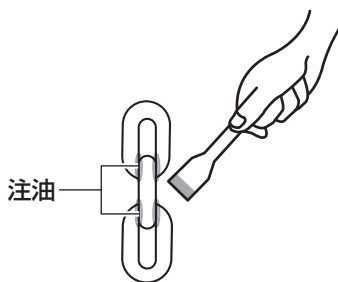

図 1
- 吊り上げチェーンの、特にリンクの接触部に、マシン油かギア油を塗布または注油してから使用してください（図 1）。